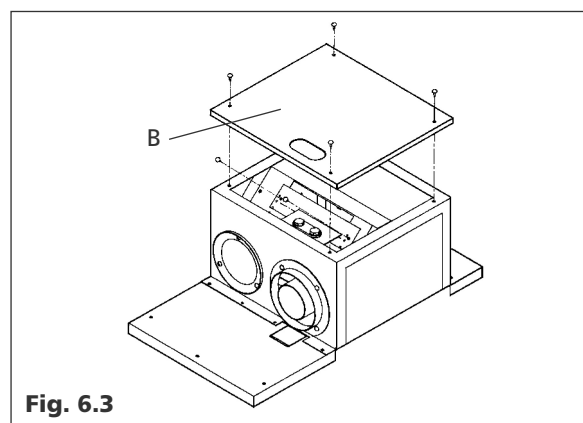

Fig. 6.3
- svitare le 4 viti di fissaggio e rimuovere il coperchio (B) della camera stagna (fig. 6.3);